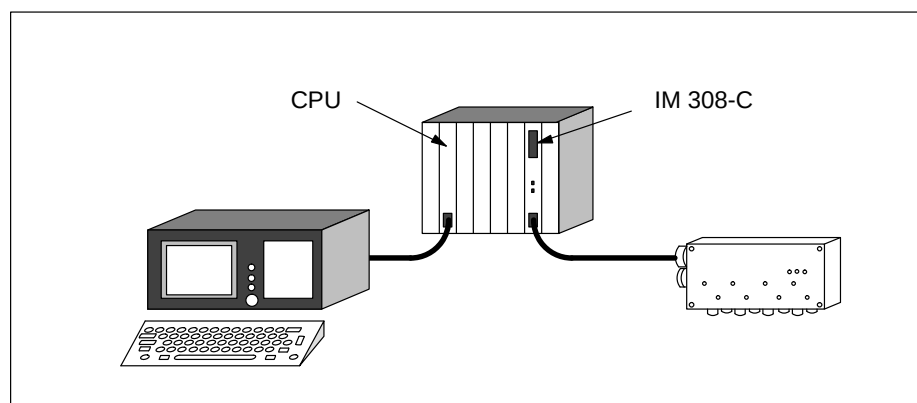

Figura 6-2 Configuración para transmitir una dirección PROFIBUS con el FB IM308C a un esclavo DP
3. Conectar el PG a la interfase AS 511 de la CPU y establecer una configuración igual que la de la figura 6-2: